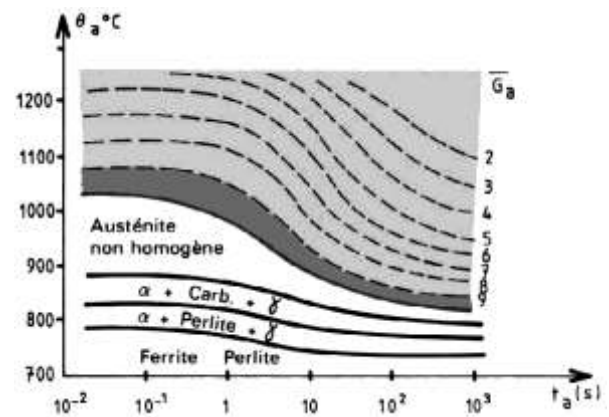

Figure 2 : austénitisation isotherme du 35 CrMo 4.
**Etape 2** d'un durcissement par trempe austénitique maintien à la température de trempe (voir figure. 2). Sur cet exemple (acier 35 CrMo 4) l'austénitisation complète est obtenue en 1 seconde à  $1000^\circ\text{C}$  et en 100 secondes à  $850^\circ\text{C}$ . Si  $\theta$  augmente  $\rightarrow$  temps diminue